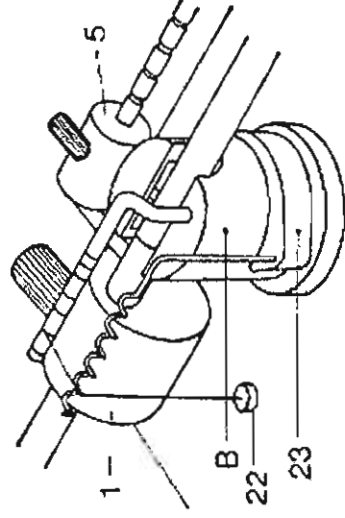

Fig. 2
Le tableau 2 (1re colonne) indique que pour une force d'appui de 1,5 g et un rayon de pointe de 18µm (.0007") il y a lieu (quatrième colonne) d'accrocher le petit poids de 1 g à l'encoche 6 de la tige coudée (3). Le fit de nylon, auquel le poids est accorché, devra chevaucher une des spires de la tige hélicoïdale du support (23) et pouvoir manoeuvrer librement lors du déplacement latéral du bras (fig. 2). Tableau donnant les valeurs à adopter pour quelques cellules courantes.